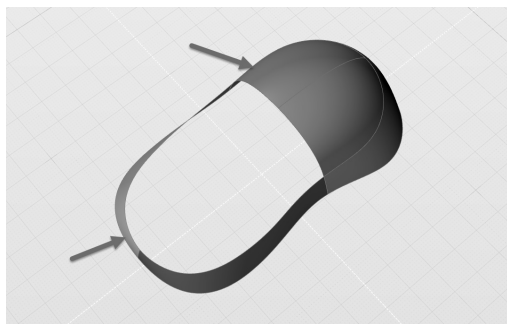

图 5-185 再次修剪曲面
14) 使用“矩形 03”修剪当前模型中的两个曲面，并分别设定修建类型为“保留二者”。图 5-185 所示为修剪后的效果，以颜色区分。随后可将“矩形 03”暂时隐藏。